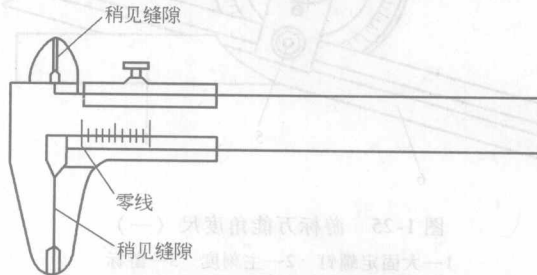

图 1-28 游标卡尺的使用
- ① 放松止动螺钉。
- ② 用棉纱擦净测量面及移动面，检查有无缺陷。
- ③ 合拢卡爪，透光检查两测量面间有无缝隙。
- ④ 在合拢卡爪的情况下，检查标尺的零线是否对齐。如图 1-28 所示。